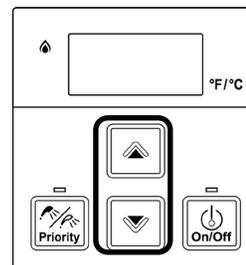

Figura 42
- Use los botones ▲ (arriba) y ▼ (abajo) para desplazarse hasta la información deseada descrita en la tabla 23, *Tabla de datos de desempeño* (Figura 42).